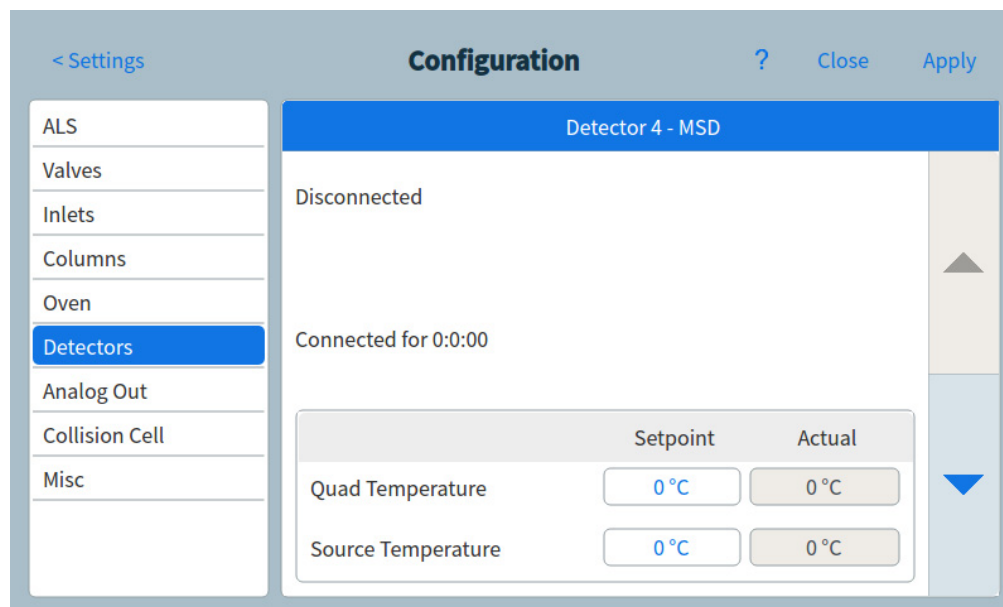

Figura 71. Pagina impostazioni del rivelatore MSD
- 1 Selezionare **Settings > Configuration > Detectors**. Vedere **Figura 71**.